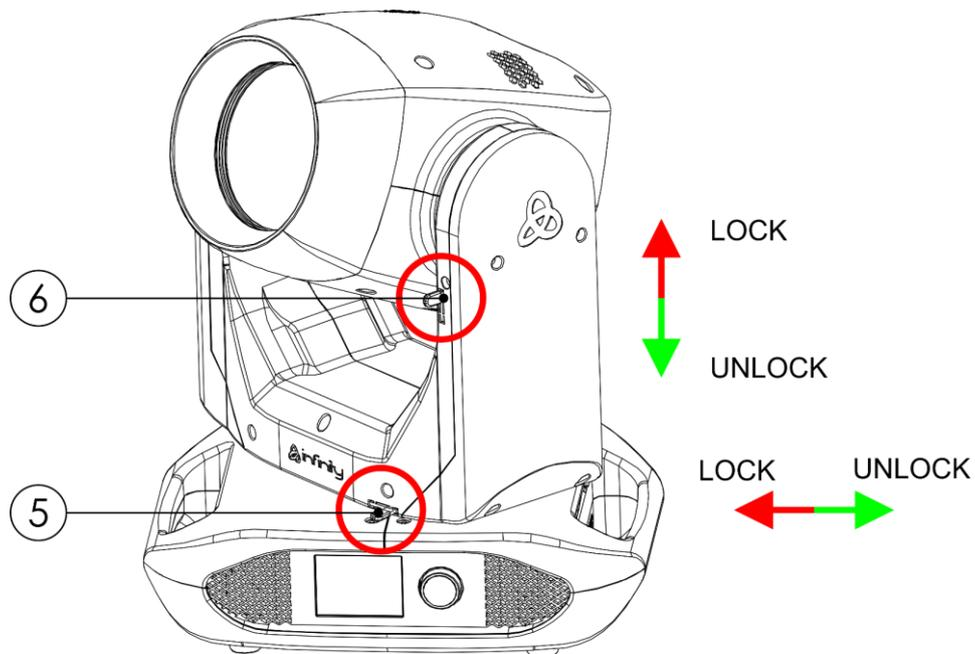

Abb. 09
- Schieben Sie die **Pan-Feststellung (05)** nach links, um die horizontale Bewegung (**Pan**) des Scheinwerfers zu verhindern. Schieben Sie sie nach rechts, um die Bewegung zu ermöglichen (siehe Abb. 09).
- Schieben Sie die **Tilt-Feststellung (06)** nach oben, um die senkrechte Bewegung (**Tilt**) des Scheinwerfers zu verhindern. Schieben Sie sie nach unten, um die Bewegung zu ermöglichen (siehe Abb. 09).